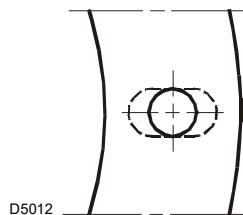

Fig. 10
- Élargir les trous de l'écran isolant si nécessaire (Fig. 10), en prenant soin de ne pas l'endommager.